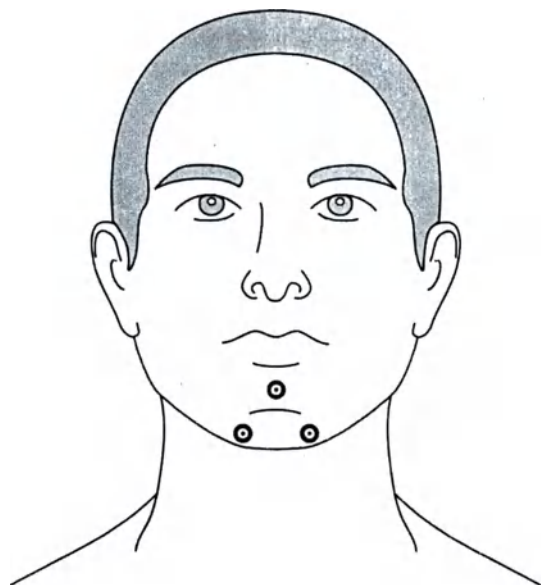

Рис. 37. Схема наложения электродов в подбородочной области пациента
- 2) Для регистрации сигнала поверхностной ЭМГ с мышц подбородка можно использовать чашечковые электроды, предварительно заполненные токопроводящей адгезивной пастой, или одноразовые электроды с коннектором «кнопка» и соответствующими кабелями отведения. Согласно рекомендациям AASM требуется накладывать 3 электрода в подбородочной области следующим образом (рис. 37): центральный – на 1 см выше края нижней челюсти по средней линии, правый – на 2 см ниже края нижней челюсти и на 2 см вправо от средней линии, левый – на 2 см ниже края нижней челюсти и на 2 см влево. При такой схеме наложения электрода сигнал поверхностной ЭМГ можно отводить по 2 или 3 биполярным каналам: правый – центральный, левый – центральный, правый – левый. Перед наложением электродов кожу пациента требуется обезжирить с помощью спиртовой салфетки. Наложённые чашечковые электроды можно дополнительно закрепить медицинским пластырем или пасты с высокими адгезивными свойствами (в случае густого волосяного покрова). Подключите наложенные электроды кабелями отведения к электронному блоку системы согласно монтажу.